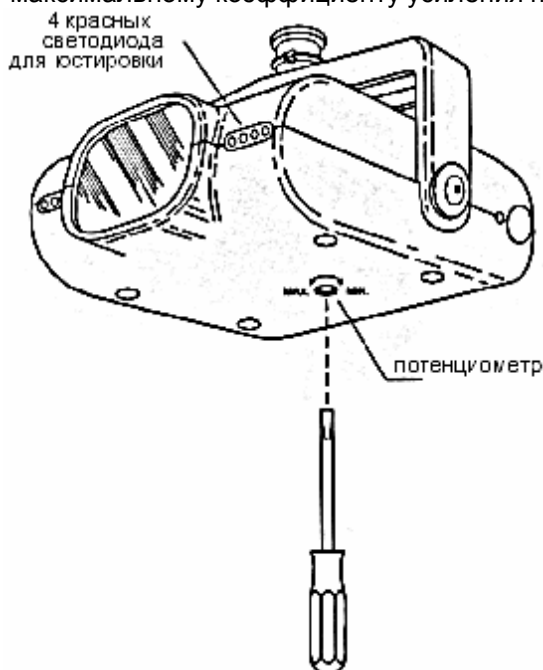

Рис. 16. Регулировка усиления приемника
8. С помощью небольшой отвертки с плоским шлицем установите потенциометр приемника в крайнее положение против часовой стрелки, если смотреть на него снизу (см. рис.16). Это положение потенциометра соответствует максимальному коэффициенту усиления приемника.
4. Медленно поверните потенциометр приемника по часовой стрелке (рис. 16), чтобы остались гореть только три светодиода.